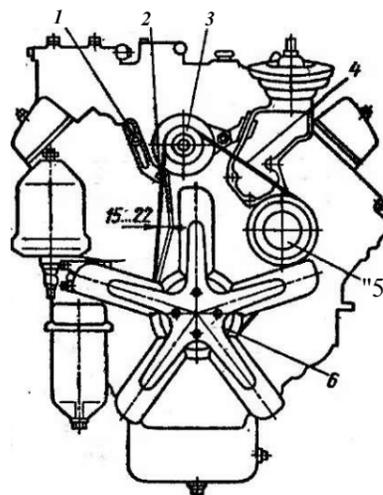

Рис. 50. Схема расположения ремней привода генератора и водяного насоса:
**Водяной насос** центробежного типа установлен на передней части блока цилиндров слева. На водяной насос и генератор крутящий момент передается от шкива 6 (рис. 50) ремнями 4 привода. Натяжение ремней привода водяного насоса и генератора регулируют изменением положения генератора. Правильно натянутый ремень при нажатии на середину его ветви с усилием 39 Н (4 кгс) должен иметь прогиб 15...22 мм.